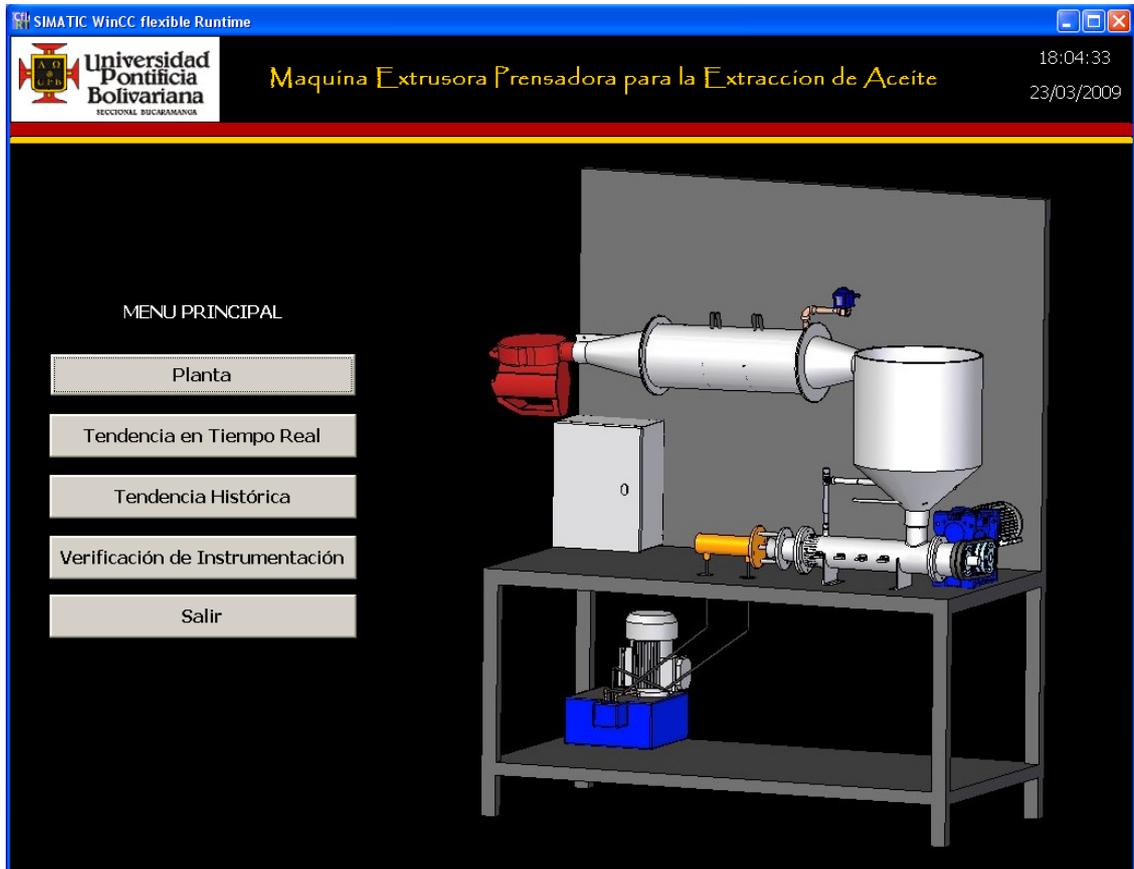

Figura 141: Imagen Principal de la HMI Desarrollada [17]
- **Imagen Principal.** Esta imagen recibe el nombre “Maquina Extrusora Prensadora para la Extracción de Aceite” (Ver figura 141). Esta imagen es la principal, pues es la imagen que se ha configurado para aparece cuando se ejecuta la aplicación con WinCC Flexible Runtime.